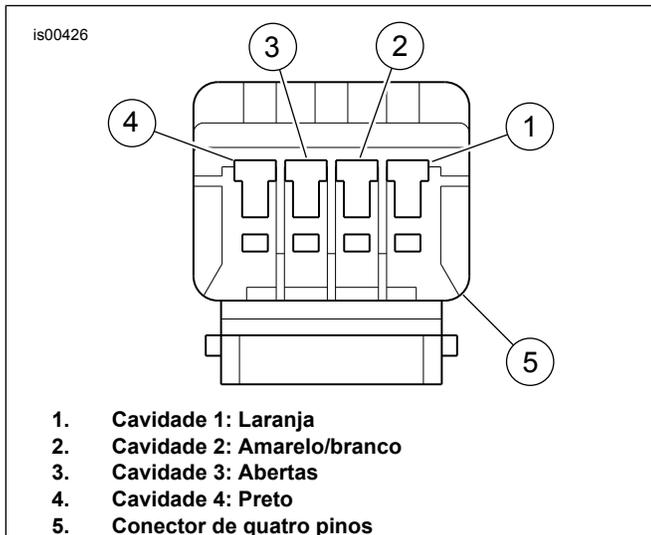
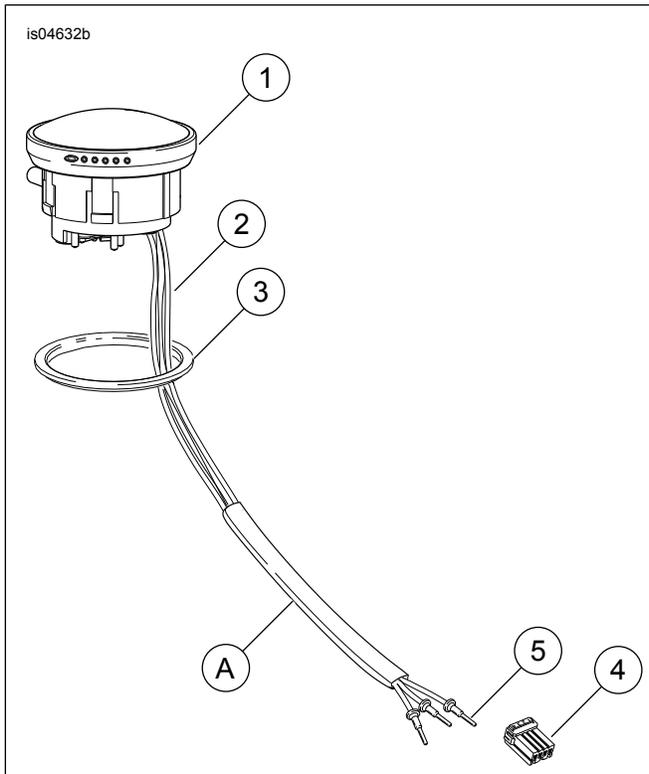

Figura 2. Conector de quatro pinos (visto da extremidade do fio)
Figura 3. Peças de reposição: kit de indicador de combustível LED
Veja Figura 3 e Tabela 1.
2. Consulte Figura 3. Pressione o pino no lado do terminal fêmea do soquete do conector e separe o pino e as metades do soquete.
4. Consulte Figura 3. Remova o indicador de combustível segurando-o com firmeza e puxando-o para cima com cuidado (NÃO gire) somente o suficiente para liberá-lo do tanque de combustível. **Modelos com carburador:** Desconecte os dois conectores da unidade de transmissão. Alimente o conduto e os dois fios para cima através do tubo ao remover o indicador. Remova e descarte o indicador de combustível. **Modelos com injeção de combustível:** Alimente o conduto e os três fios para cima através do tubo enquanto remove o indicador.
2. Consulte Figura 3. Monte a nova gaxeta (3) no indicador de combustível com LED (1) do kit. Instale a gaxeta de maneira que o lado liso faça contato com a borda do indicador.
3. Enquanto abaixa com cuidado o indicador de combustível, alimente o chicote de fios (2) para baixo no tubo de drenagem até que os três fios curtos (laranja, preto, amarelo/branco) saiam pelo furo no fundo do tanque de combustível. Puxe com cuidado os fios para remover a folga enquanto instala o indicador no tanque de combustível. Não gire o indicador durante a instalação. Segure o indicador com firmeza e pressione-o para baixo até que encaixe no lugar.
- Veja Figura 2. Instale os três fios (1, 2 e 4) nas cavidades corretas do conector de quatro pinos do kit. Consulte a seção CONECTORES ELÉTRICOS AMP MULTILOCK, INSTALAÇÃO DE TERMINAIS FÊMEA/MACHO do Manual de serviço.